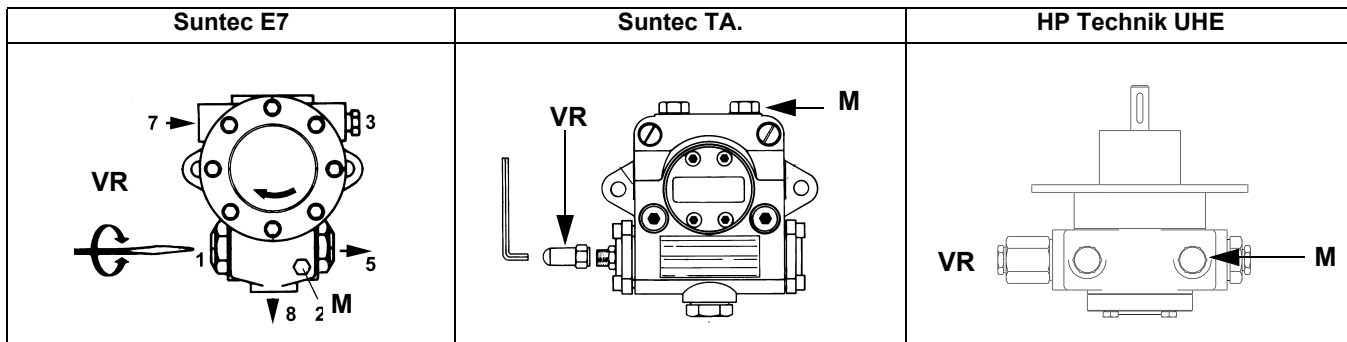
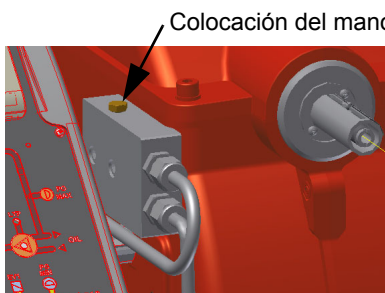

Fig. 5
Fig. 6
- 3 purgar el aire de la conexión **(M)** manómetro de la bomba (Fig. 5), aflojando levemente el tapón, sin quitarlo; luego soltar el contactor;
- 5 La presión de alimentación de la boquilla ya es previamente calibrada en fábrica y no debe ser modificada. Sólo si fuera necesario, regular la presión de alimentación (véase apartado correspondiente) de la siguiente manera: colocar un manómetro en la posición indicada en Fig. 6 intervenir en el tornillo de regulación **VR** de la bomba (véase Fig. 5) hasta obtener una presión en la boquilla igual a 20 bar (boquillas Monarch o boquillas Bergonzo – véanse gráficos en pag. 37-34)